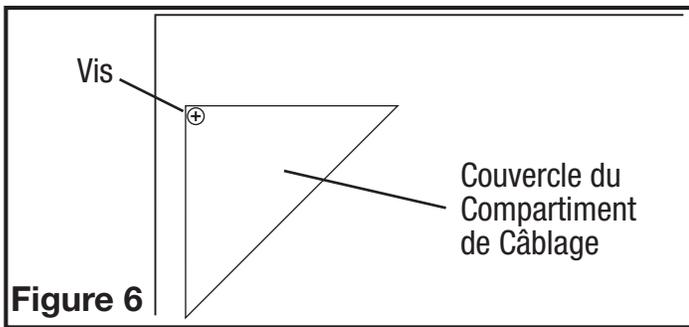

Figure 6
- Compartiment de Câblage Extérieur :** enlever la vis du couvercle du compartiment à câblage et mettre ce couvercle dans un endroit fiable (**Figure 6**).